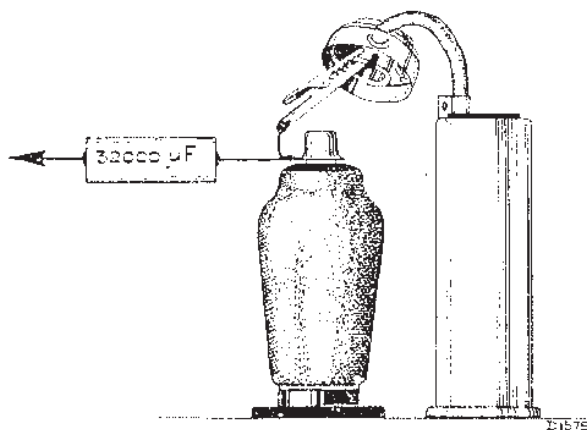

Fig. 2
wordt gedaan, zooals aangegeven in fig. 2; de roosterkring moet aan het rooster aangesloten blijven; het signaal wordt aangelegd via een condensator van $32000 \mu\text{F}$. De volumeregelaar moet altijd op maximum gedraaid worden; als het signaal te sterk is moet men de verzwakker van de service zender terugdraaien. Wat betreft het trimmen van de H.F. en generatorkringen het volgende: De generator wordt afgestemd op een frequentie welke 128 Kc. hooger is dan de frequentie waarop de H.F. kringen zijn afgestemd.
2. Gemoduleerd signaal van 128 Kc. aan het stuurrooster van L1 aanleggen (fig. 2).